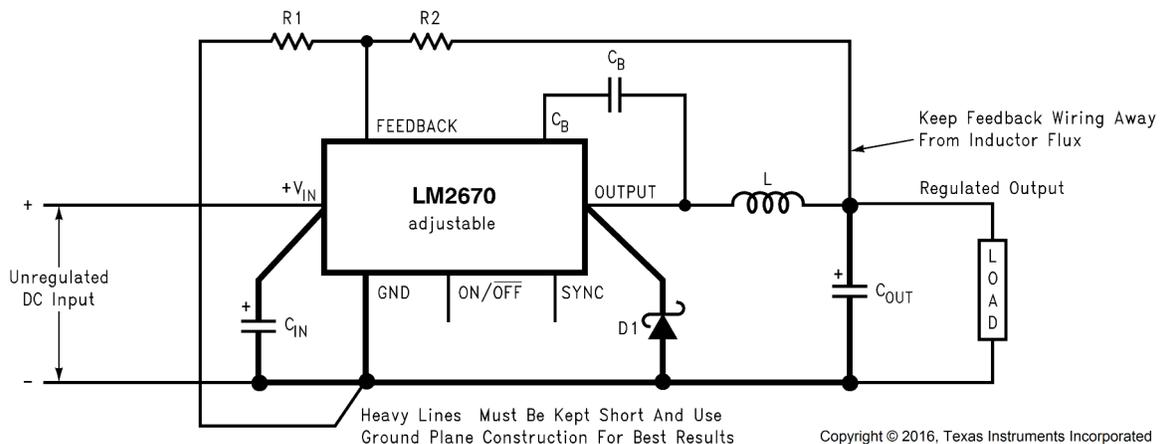

図 7-7. 可変出力電圧アプリケーションの基本的な回路
**ステップ 2:** LM2670S-ADJ を選択します。出力電圧を 14.9V に設定するには、2 つの抵抗 (図 7-7 の R1 および R2) を選択する必要があります。可変デバイスでは、次の関係式によって出力電圧が設定されます。